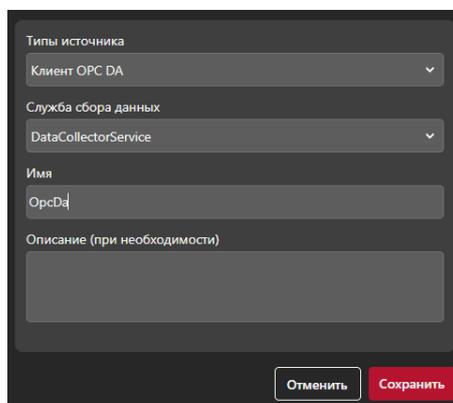

Рисунок 2.7 – Создание источника OPC DA
- 2) Нажмите кнопку «Добавить» и в открывшемся окне (рисунок 2.7) из выпадающего списка Тип источника выберите «Клиент OPC DA», а из выпадающего списка «Служба сбора данных» выберите настроенную в п. 2 службу коллектора данных.